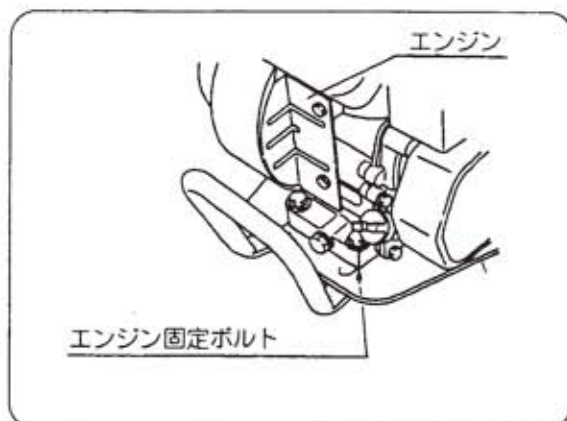

図40
- ③ 調節ボルトにおいて調整不可の際はエンジン固定ボルト(4本)を緩め、エンジンを前方に移動させてベルトの張り具合を調整します。(図40)